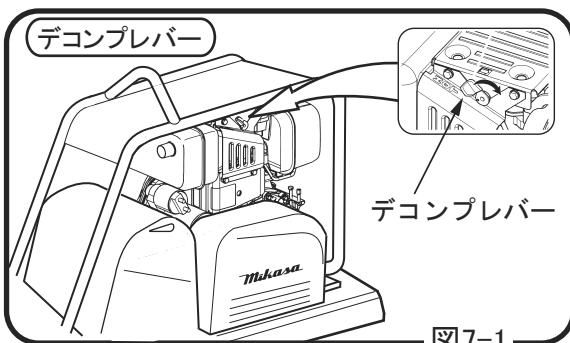

図7-1
- a. 始動ノブをゆっくり引いていくと、重くなる所(圧縮点)があります。そこで始動ノブをゆっくり戻し、デコンプレバーレバーを倒します。始動ノブを勢い良く引くとエンジンが始動します。(図7-1,7-2)